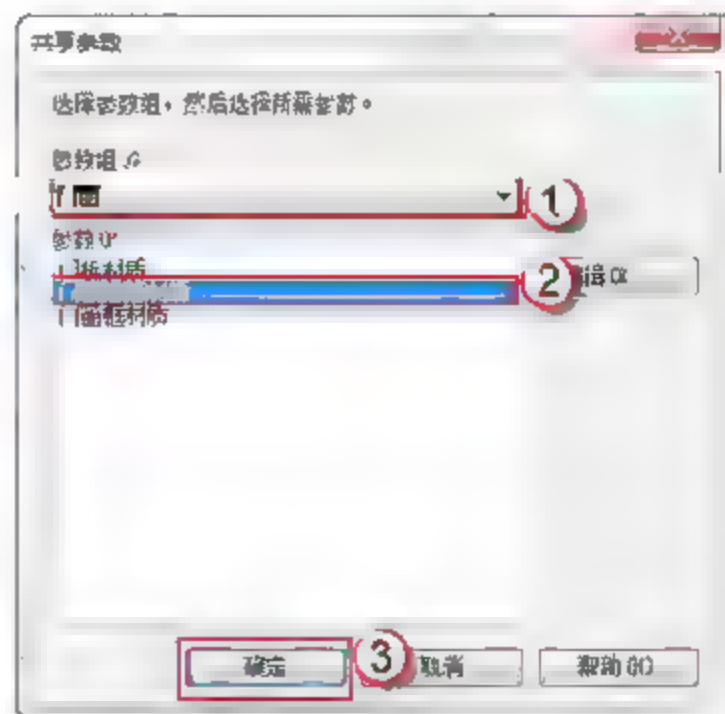

图 6.2.65 编辑 FM1521 乙中部窗户玻璃材质
(25) 添加 FM1521 乙中部窗户玻璃材质。选择 FM1521 乙中部窗户玻璃,在 FM1521 乙中部窗户玻璃的“属性”面板中,单击“材质和装饰”栏“材质”右侧的空白按钮,弹出“关联族参数”对话框,单击“添加参数(D)”按钮,弹出“参数属性”对话框。选择“共享参数”单选按钮,单击“确定”按钮,弹出“共享参数”对话框,在“参数组(G)”中选择“门窗”选项,在“参数(P)”中选择“门窗玻璃材质”选项,单击“确定”按钮,如图 6.2.65 所示。